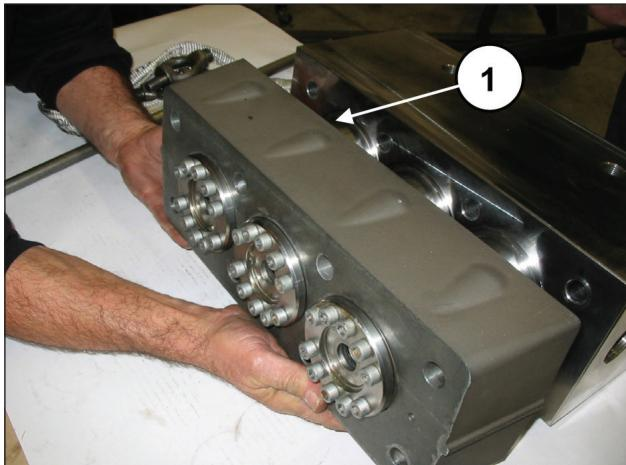

Рис. 100
Снимите отделительную панель рубашек с узлов рубашек (поз. ①, Рис. 100).